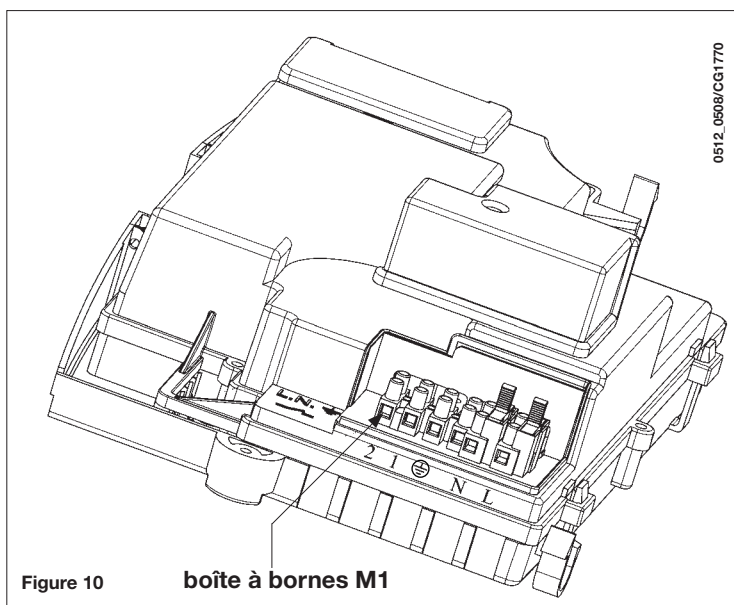

Figure 10
- ôter le couvercle et accéder aux branchements électriques (figure 10).
- accéder à la plaque à bornes d'alimentation (figure 10) ;
- relier les fils du thermostat d'ambiance aux bornes (1) et (2) ;
Dans le cas d'absence du thermostat d'ambiance, relier les bornes 1-2 de la boîte à borne M1 de la chaudière (figure 10).